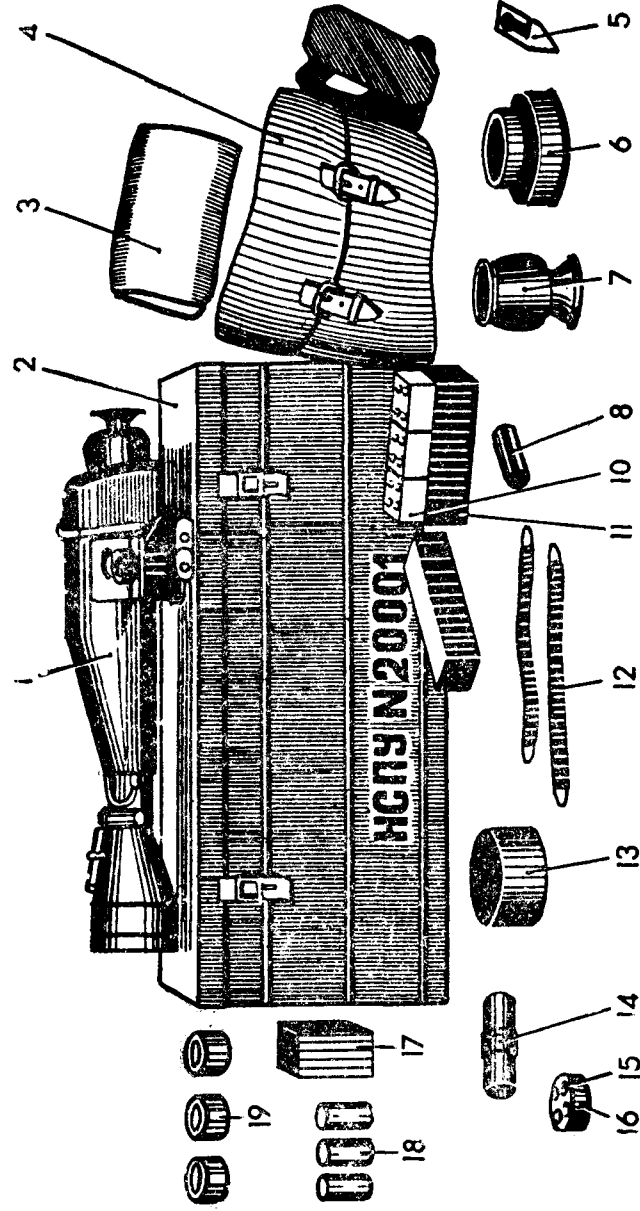
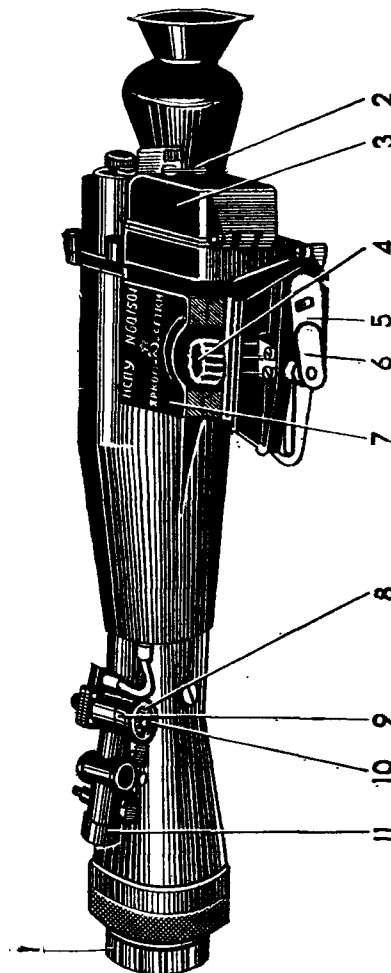

Рис. 1. Комплект прицела:
Рис. 18 Внешний вид прицела:
- вывинтить вышедшую из строя лампу и на ее место ввинтить годную из ЗИП при помощи ключа 5 (рис. 1);
- ключом 5 (рис. 1) вывинтить из корпуса прицела осушитель с насыщенным силикагелем и сразу ввинтить новый.
- повернуть с помощью ключа 5 (рис. 1) по часовой стрелке, открыть и снять зажим 51;
- вывинтить ключом 5 (рис. 1) винты 10 (рис. 18), не вращая маховичок 8;
- завинтить винты 10 (рис. 18), не вращая маховичок 8;